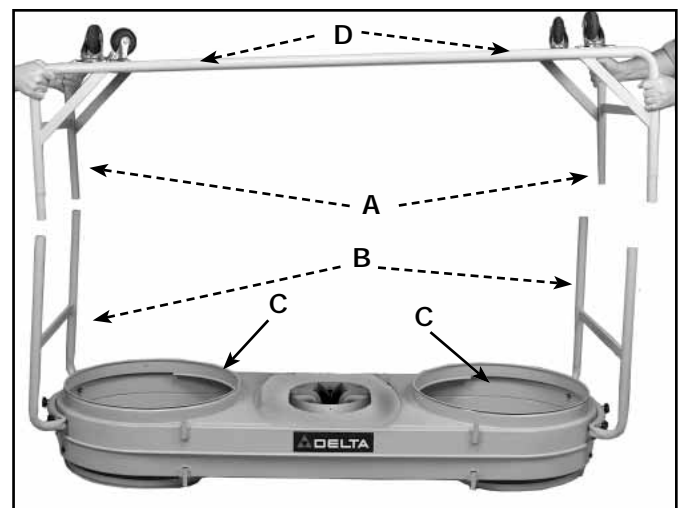

Fig. 3
Insérer les quatre tiges du socle (A) fig. 3, dans les quatre pattes (B) du module moteur-souffleur.